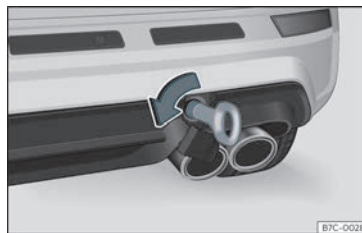

Fig. 43 No lado dereito do parachoques traseiro: argola de remolque roscaada.
- Enrosque a argola de remolque na cavidade, xirándoa ao máximo **no sentido contrario ao das agullas do reloxo** »» fig. 43 »» ❶. Use un obxecto adecuado co que poida enroscar totalmente e con firmeza a argola de remolque na súa cavidade.